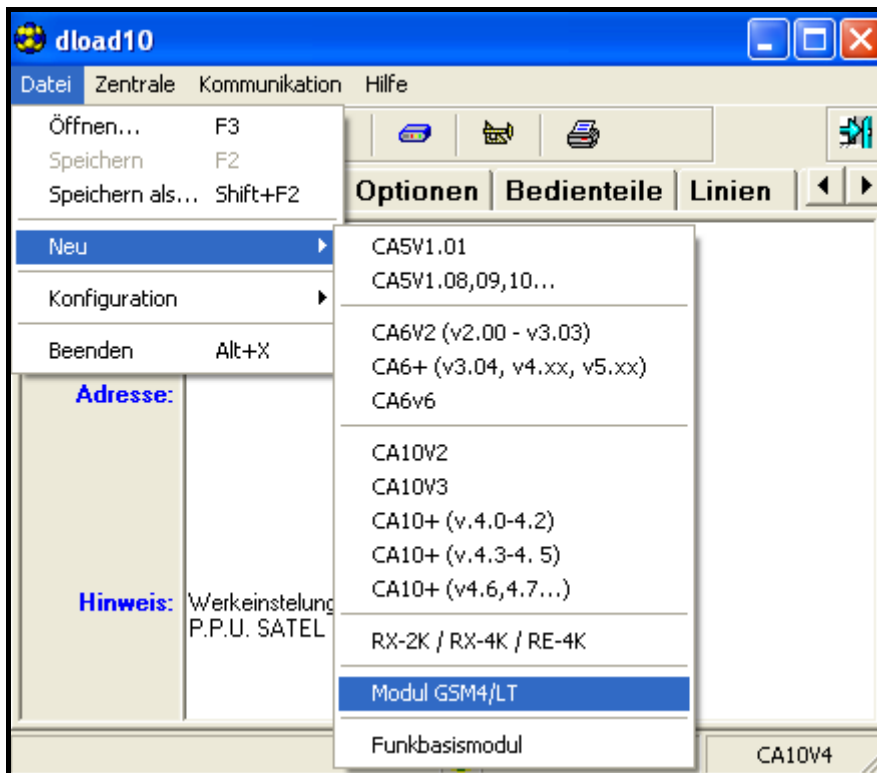

Abbildung 9.
2. Wählen Sie im Programmmenü **Datei**→**Neu**→**GSM4 Modul** und öffnen Sie das Fenster mit den Moduldaten (siehe: Abbildung 9).